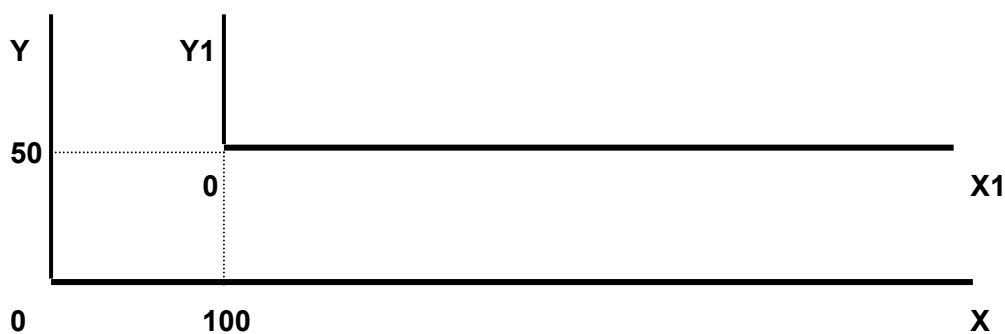

Рис. 29
- величины смещения координат относительно нуля станка (аналогично G54-G59) (рис. 29);